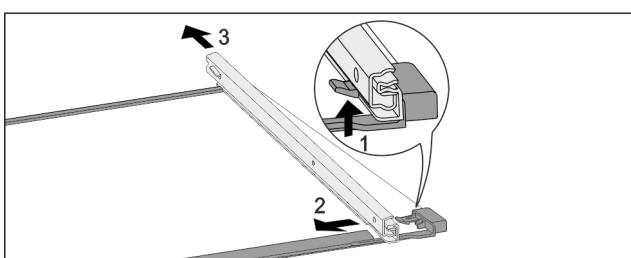

Fig. 180 Sklenená doska s koľajničkami
- ▶ Potlačte predný západkový hák nahor. Fig. 180 (1)
- ▶ Odsuňte vyťahovaci koľajničku do strany Fig. 180 (2) a dozadu Fig. 180 (3).